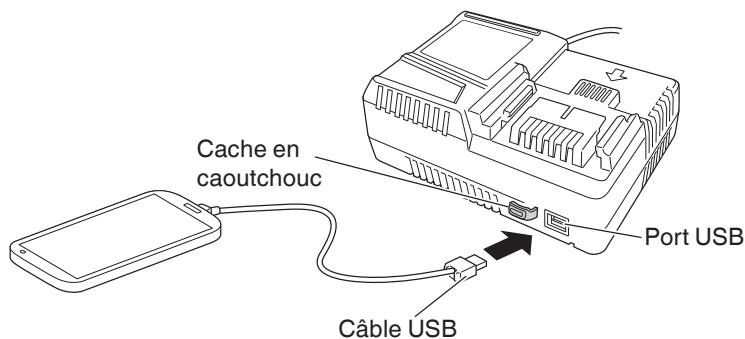

Fig. 4
(2) Connectez le câble USB. (Fig. 4)